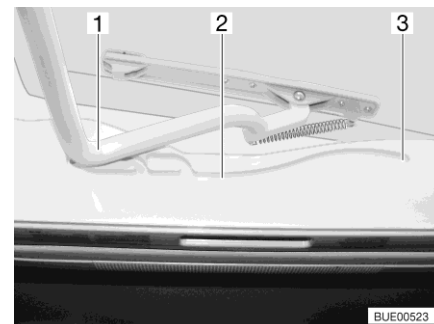

Fig. 28 Guida (oblò Heki)
- Tirare la staffa (Fig. 28,1) nelle guide (Fig. 28,2) fino alla posizione più all'indietro (Fig. 28,3).
- Spingere la staffa (Fig. 28,1) leggermente verso l'alto con ambedue le mani.
- Tirare la staffa nelle guide (Fig. 28,2) fino alla posizione desiderata.